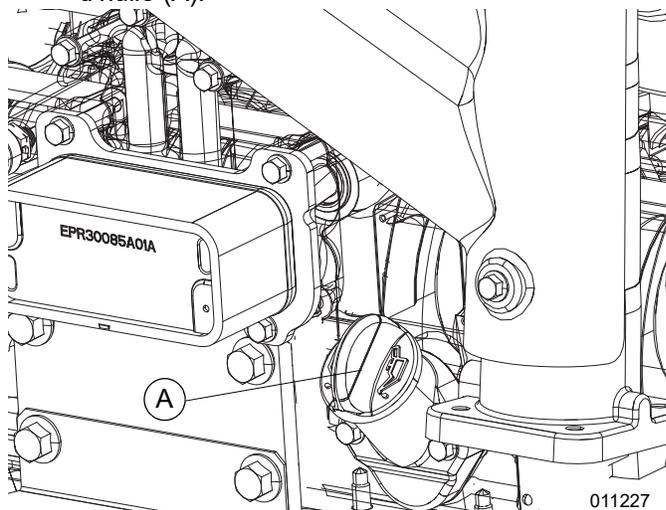

Figure 5-7. Emplacement de la vidange d'huile
6. Voir la Figure 5-7. Retirez lentement la jauge d'huile (A).